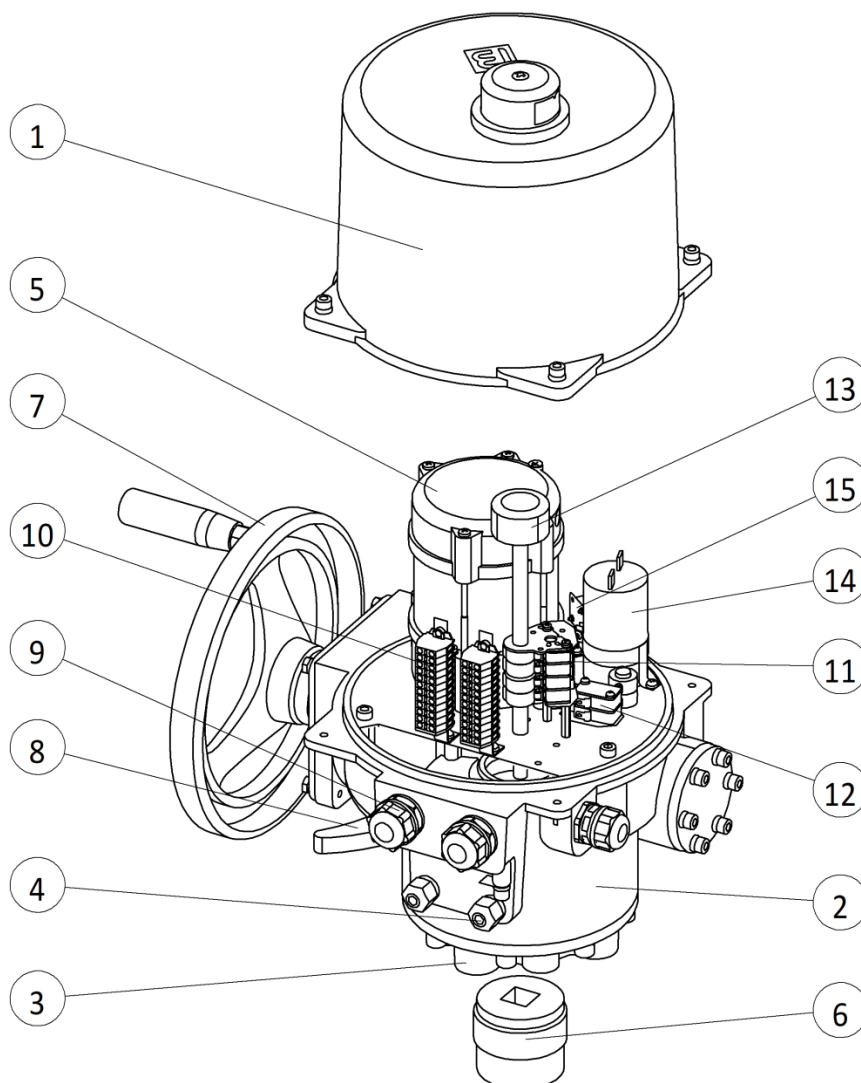

Рисунок 1 – Общий вид электропривода
Шкала указателя положения (поз.13 рисунок 1) позволяет визуально контролировать положение запорного органа арматуры.
- сделать переключение рычагом переключения ручного режима (поз.8 рисунок 1). Поворот выходного вала привода производится вращением штурвала (поз.7 рисунок 1). При вращении штурвала по часовой стрелке, электропривод закрывает арматуру, при вращении против часовой стрелки открывает.